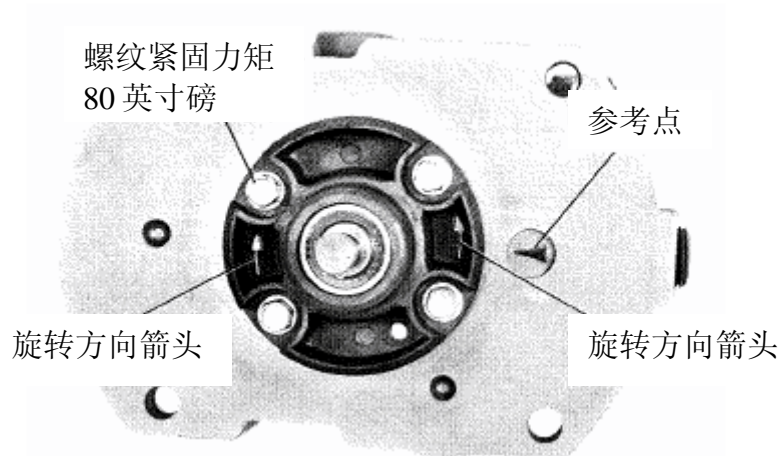
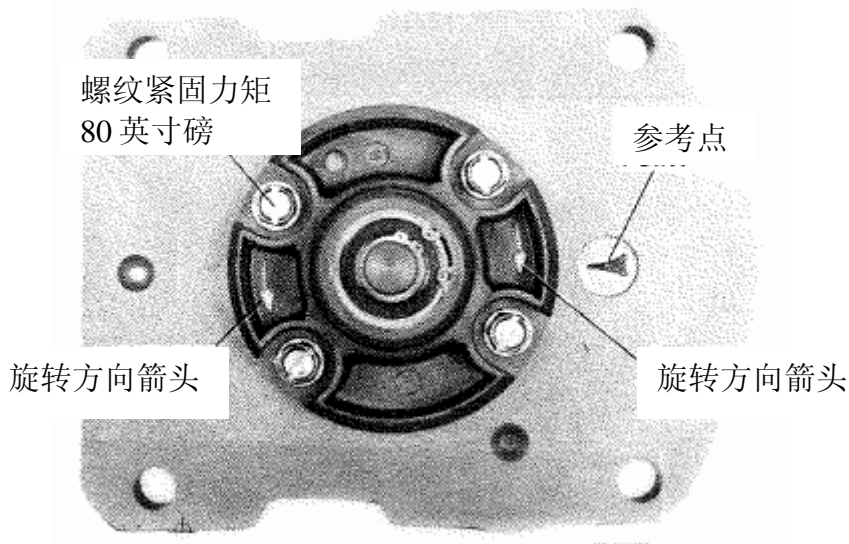

图 2-5 调速器传动轴旋转方向设置为顺时针方向
图 2-6 调速器传动轴旋转方向设置为逆时针方向
4. 将泵体上的箭头与调速器外壳上的参考点对齐。图 2-5 表明调速器传动轴旋转方向设置为顺时针方向（CW）。图 2-6 表明调速器传动轴旋转方向设置为逆时针方向（CCW）。
正如图 2-5 所示，标明顺时针旋转的 TG-13 或 TG-17 调速器设定为逆时针指向的箭头靠近调速器外壳上的参考点。如图 2-6，标明逆时针旋转的 TG-13 或 TG-17 调速器设定为顺时针指向的箭头靠近调速器外壳上的参考点。这是因为正常的旋转方向指定为从调速器顶部观看。而从调速器底部观看时方向刚好相反。